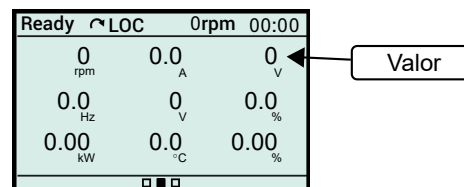

Figura 4.13: Visualização em Slot
- **Slot:** A tela da HMI é dividida em 9 partes e cada parte é chamada de Slot e permite a exibição de variáveis de leitura no formato **valor**. A Figura 4.13 apresenta um exemplo de exibição.